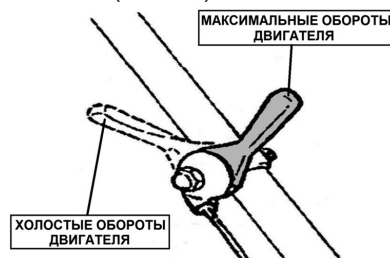

Рис. 14 Рычаг газа РС5431F
2. Рычаг газа установите в среднее положение (Рис. 14).